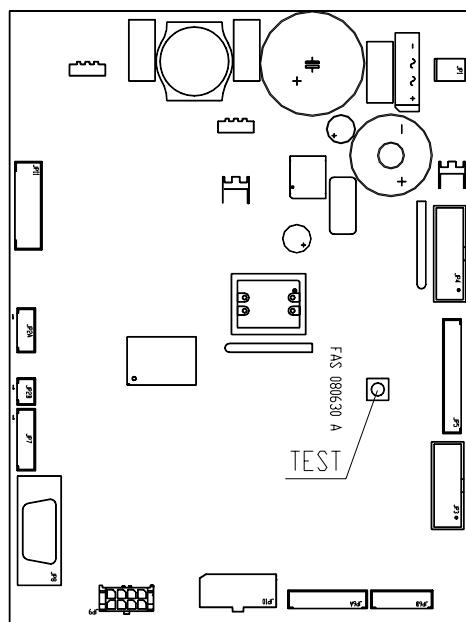

Abb. 3
- Wenn auf dem Display die Zeile "MEMORY CLEARED" erscheint, zur Initialisierung des Speichers den Knopf auf der Hauptkarte im Innern der Münzspeicher-Box (siehe Abb. 3) drücken. Auf dem Display erscheint die Meldung "TÜR OFFEN AUTOMAT IM WARTUNGSMODUS". Der Verkaufsautomat beginnt nun selbstständig mit einem Autotest. Wenn kein Fehler gefunden wird, bewegt sich die Säule in Anfangsstellung und das Gerät ist betriebsbereit.